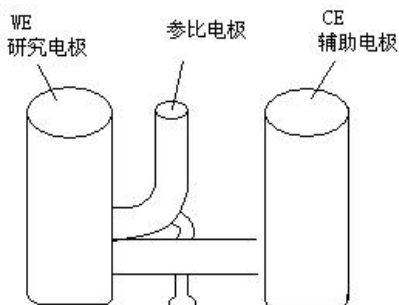

图 23.4 电解池实验装置图
1、通电实验前必须按照实验指导书正确联接好电化学实验装置,并根据具体所做实验选择好合适的电流量程(如用恒电位法测定极化曲线,可将电流量程先置于“100 mA”档),内给定旋钮左旋到底。实验装置如图 23.4: